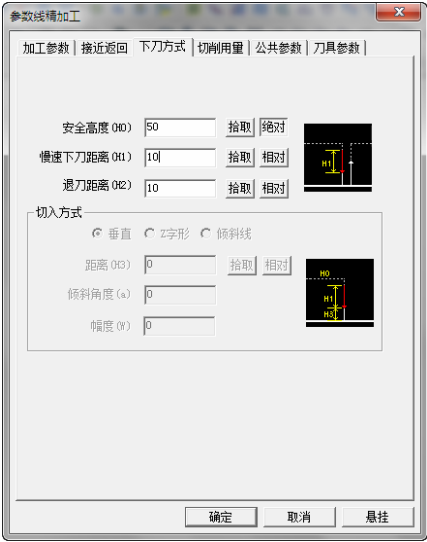

图 8-105 “下刀方式”选项卡
3) 单击“下刀方式”选项卡，设置相关参数，如图 8-105 所示。